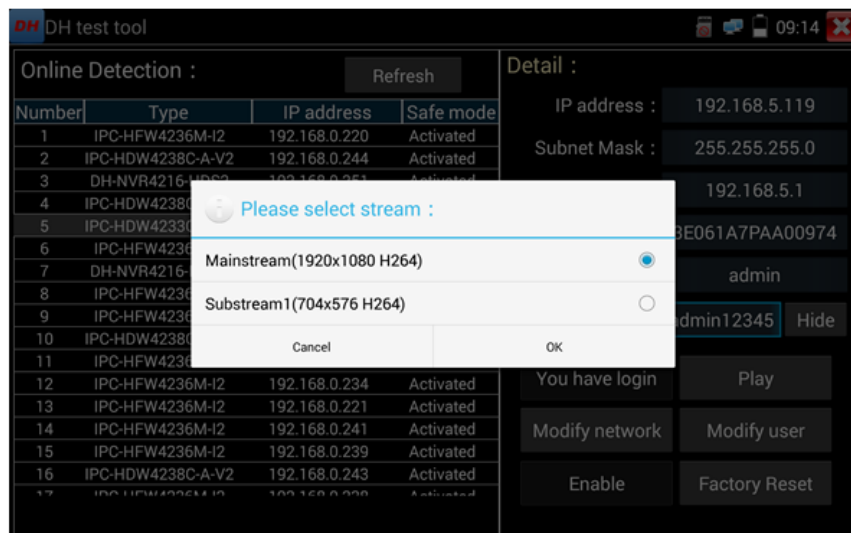

Рис. 118 Выбор видеопотока для тестируемой видекамеры
3. Если видеокамера поддерживает выбор из нескольких потоков, выберите нужный, рис. 118